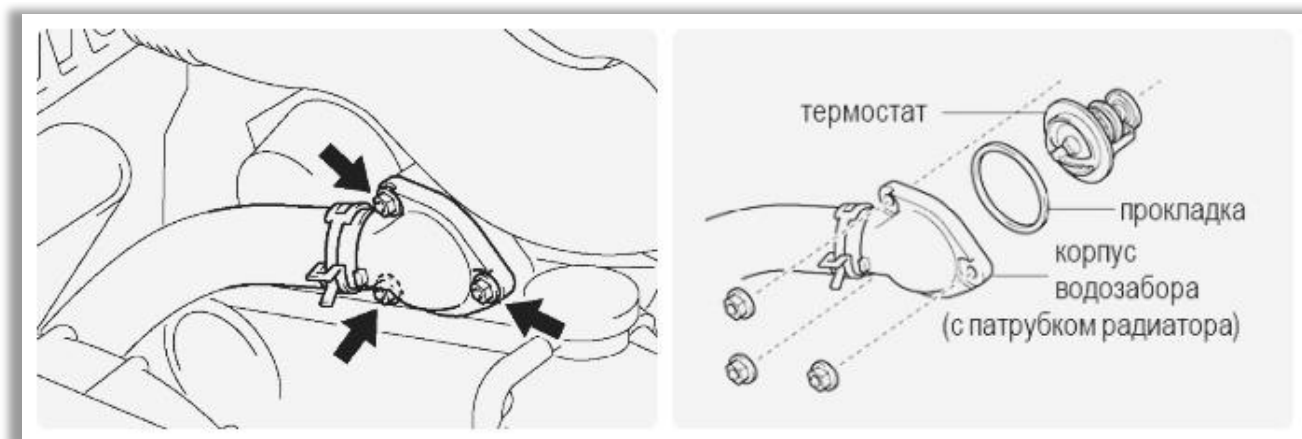

Рисунок IV-2
- 2) Отсоедините выпускной патрубок (резиновый) радиатора. Отверните три гайки и снимите корпус водозабора (Рисунок IV-2).